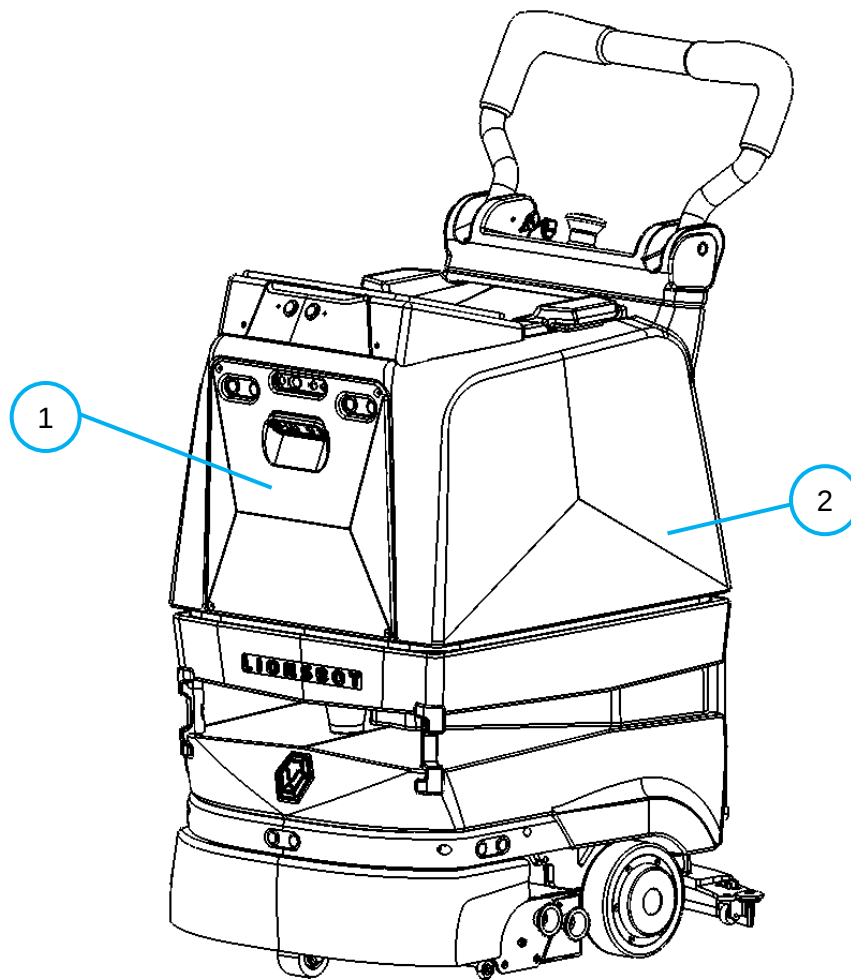

Fig. 1
- Druk op de reset-knop (Fig.1 blauwe cirkel gemarkeerd) om de robot terug te brengen in een bruikbare toestand.
De R3 SCRUB is uitgerust met LED-strips aan de zijanten (Fig. 1 - 2). De LED-lampjes helpen om de verschillende toestanden van de robot aan te geven - als de robot bijvoorbeeld in een noodstop staat, zullen alle lampjes rood knipperen.
Het oogpaneel (LED Matrix, Fig. 1 - 1) geeft de stemming of emotie van de LeoBot weer. De ogen verschijnen vrolijk, verdrietig of vermoeid, afhankelijk van de omstandigheden en toestand van de robot.